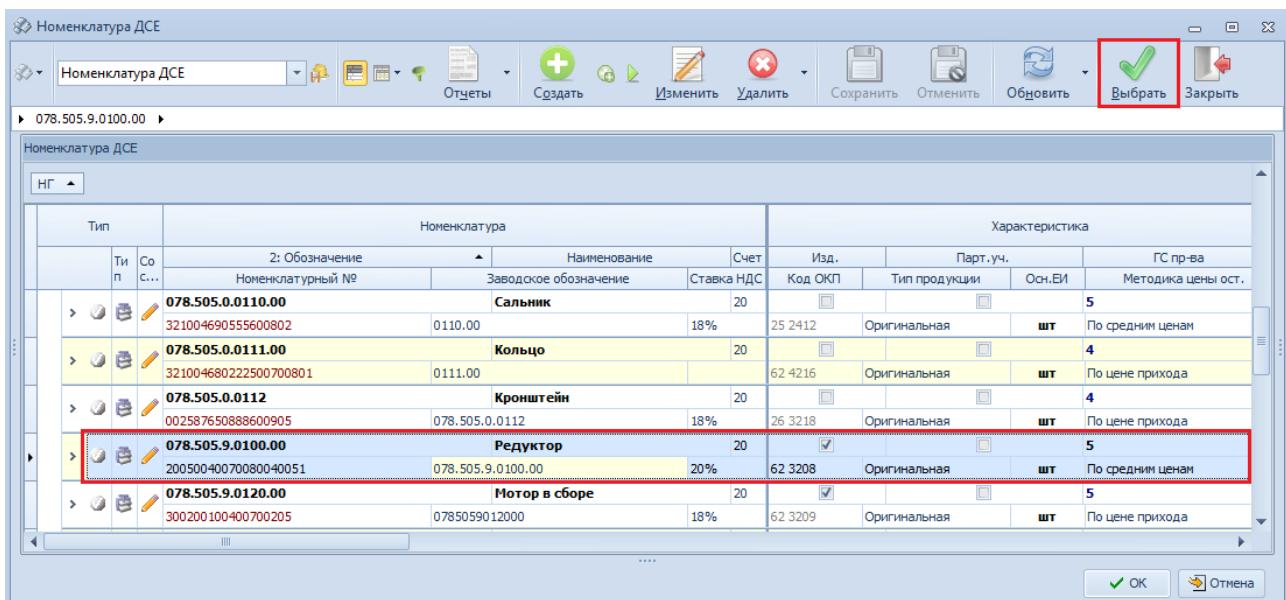

Рисунок 38.Пример выбора изделия в окне справочника "Номенклатура ДСЕ"
- 5.1 Заполнить поле атрибута «**Обозначение**». Для этого в поле атрибута «**Обозначение**» нажать кнопку **Выбор «...»**. В открывшемся окне «**Номенклатура ДСЕ**» выбрать нужное изделие «**Обозначение**» и «**Наименование**», и выделить его, щелкнув по нужной строке таблицы с данными, левой кнопкой мыши (рис. 38).
- 5.2 На панели инструментов окна справочника «**Номенклатура ДСЕ**» нажать кнопку **Выбрать** (см. рис. 38). В результате — окно справочника «**Номенклатура ДСЕ**» закроется, в области атрибутов окна задачи «**Заявки на производство (от заказчиков)**», в поле атрибута «**Обозначение**» появится конструкторское обозначение, а в поле атрибута «**Наименование**» — соот-